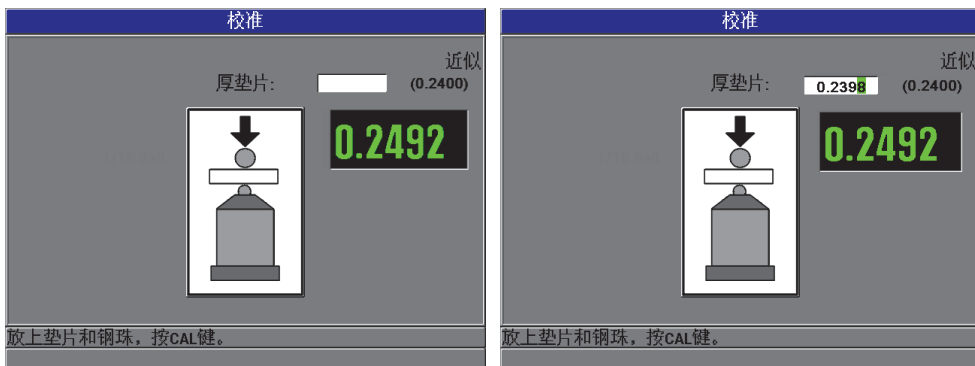

图 4-9 厚垫片校准点
6. **厚垫片点**：仪器会提醒用户将特定的厚校准垫片和目标放在探头尖端上。这个厚校准点的厚度会根据所选的目标滚珠、圆盘或钢线的不同产生变化。屏幕上较低的测量值框中会显示垫片的大约厚度值。按 [**校准**] 键，将测量值传输到上面的文本框中，然后使用箭头键根据校准垫片的已知厚度修改框中的值，然后按 [**校准**] 键（参见第 75 页的图 4-9）。